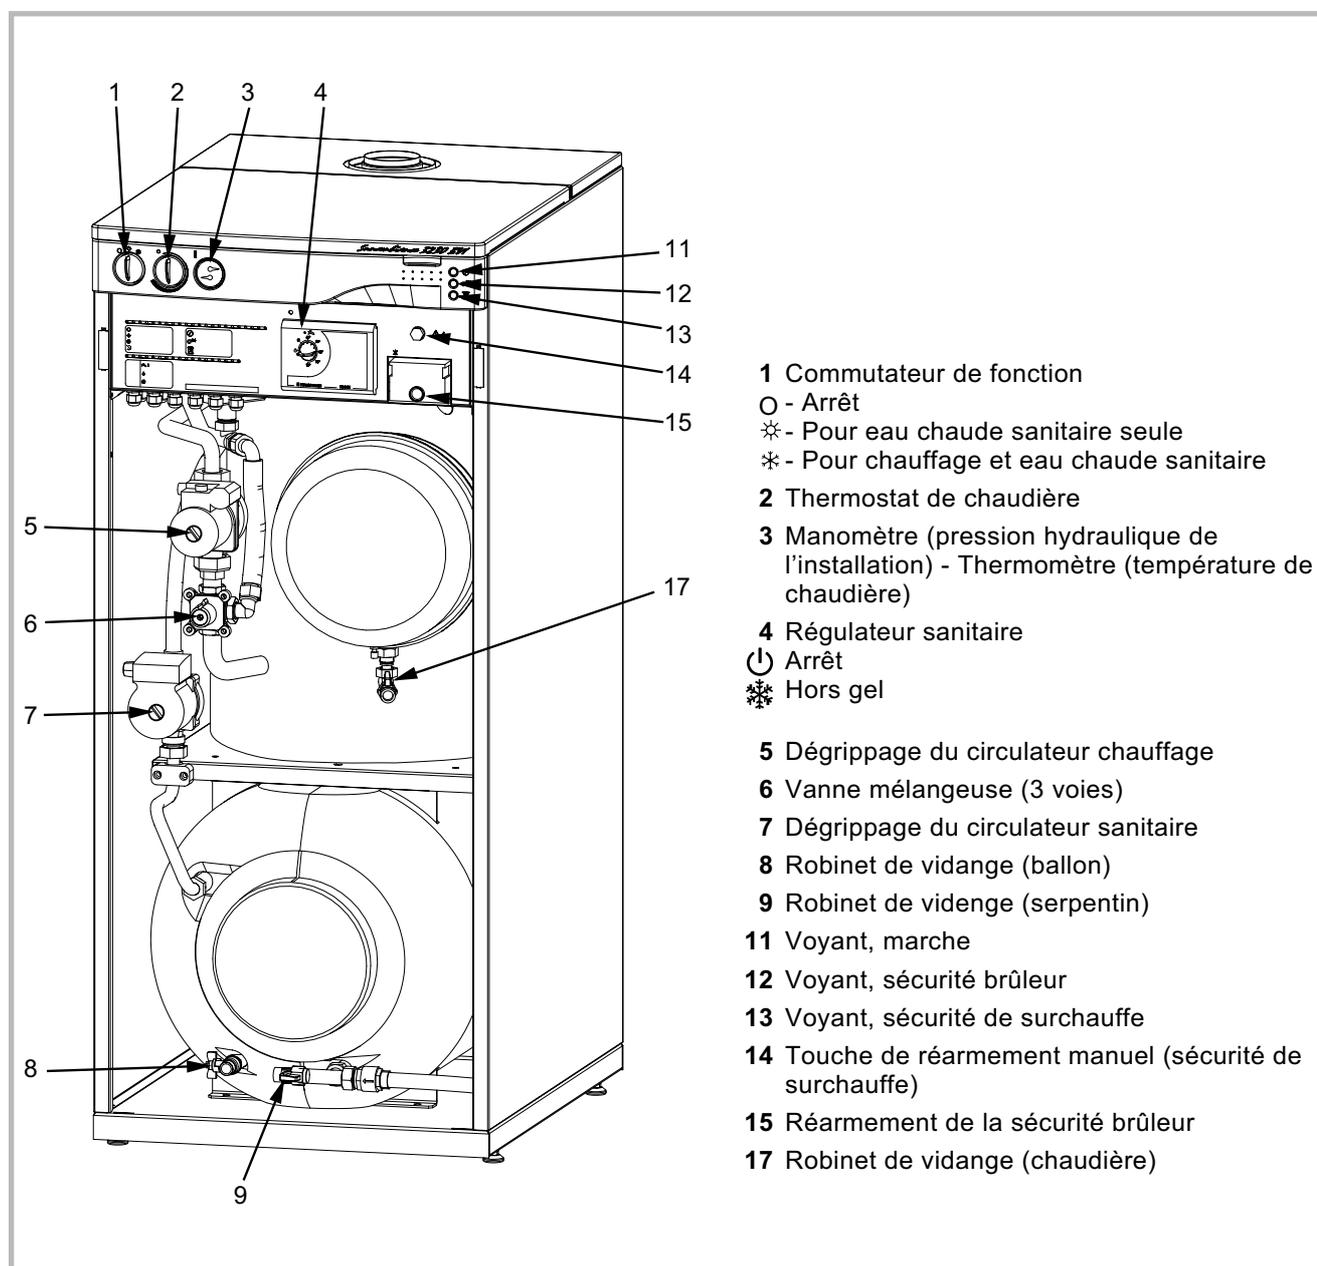

Figure 26 - Organes de commande et de contrôle
- Régler la vanne mélangeuse (rep.6, fig. 26) entre 1 et 10 pour obtenir la température désirée sur le circuit de chauffage (plage conseillée 5 à 10).
- Ouvrir le robinet de vidange de la chaudière (rep. 17, fig. 26).
- Ouvrir le robinet de vidange du serpentín (rep. 9, fig. 26).
- Ouvrir le robinet de vidange du ballon (rep. 8, fig. 26).